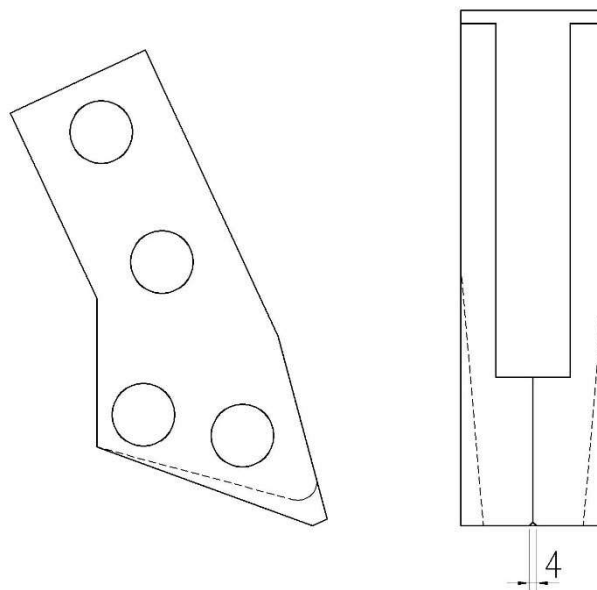

Abbildung 10
- Tauschen Sie die Schneidmesserspitze, wie in „Abbildung 10“ dargestellt, aus, bevor sie abgenutzt ist.